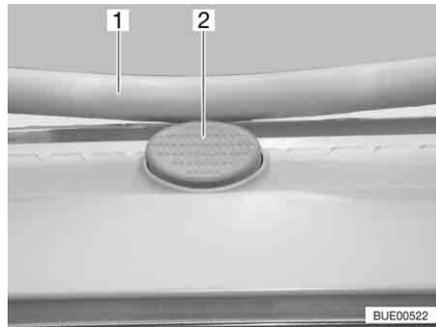

Bild 96 Sicherungsknopf an der Heki-Dachhaube
- Den Sicherungsknopf (Bild 96,2) drücken und den Bügel (Bild 96,1) mit beiden Händen nach unten ziehen.
- Den Bügel mit beiden Händen nach oben drücken, bis der Bügel oberhalb des Sicherungsknopfes (Bild 96,2) liegt.